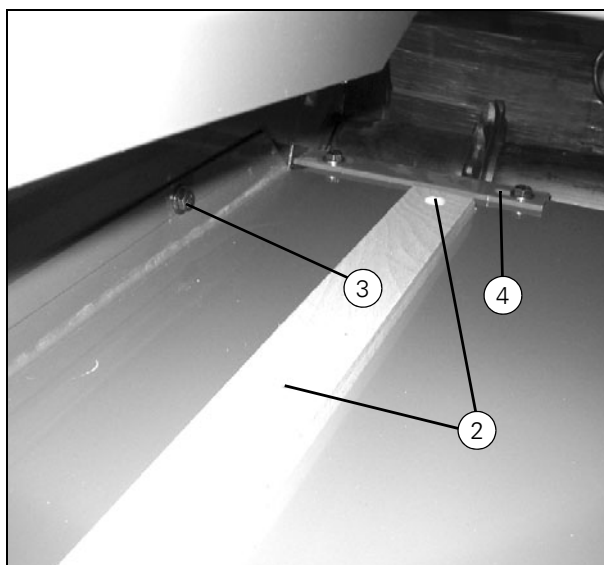

Рисунок 17
Вытащите пластину через передний проем элеватора. Рекомендуется положить деревянный брус на верхнюю часть вала так, чтобы поперечины промежуточной пластины при ее снятии опирались на данный брус (Рис. 17).
Примечание: После снятия пластины отрегулируйте положение крышек (4) (Рис. 17) так, чтобы они располагались непосредственно на краях.
7. Снимите кожух (4) (Рис. 17) .
- Отрегулируйте положение крышек (4) (Рис. 17), так чтобы они располагались непосредственно на краях.